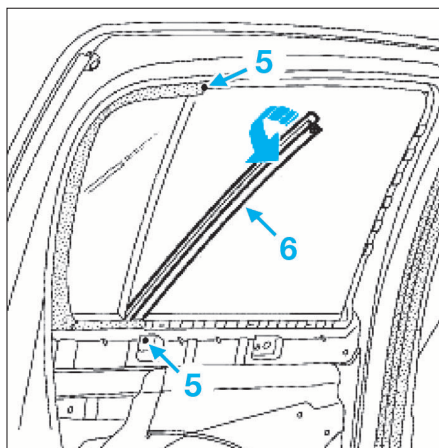

FIG. 88
- Déposer les rivets (5) à l'aide d'un foret de diamètre 5 mm (Fig.88).
- Déposer la coulisse de montant fixe (6).